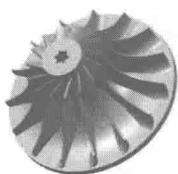
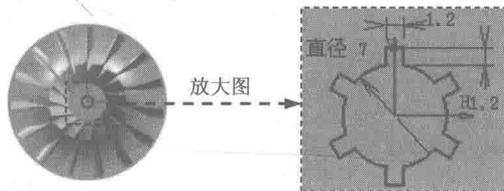
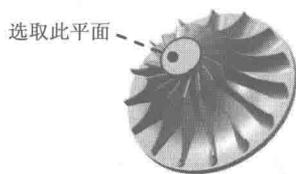

图 1.9 凹槽 1
图 1.10 截面草图
图 1.11 定义草图平面
Step6. 添加图 1.9 所示的零件特征——凹槽 1。
(1) 选择命令。选择下拉菜单 **插入** → **基于草图的特征** → **凹槽** 命令（或单击 **凹槽** 按钮），系统弹出“定义凹槽”对话框。
(2) 创建图 1.10 所示的截面草图。选取图 1.11 所示的平面为草图平面，绘制图 1.10 所示的截面草图；单击“工作台”工具栏中的 **退出** 按钮，退出草绘工作台。
(3) 定义凹槽参数。在**第一限制**区域的**类型**下拉列表中选择**直到最后**选项，单击 **确定** 按钮，完成凹槽 1 的添加。